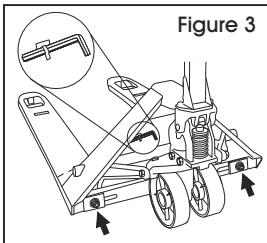

Figure 3
1. Repérez et retirez la clé Allen de son attache sur le corps du transpalette. (Voir Figure 3)